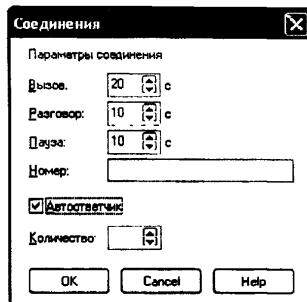

Рис.3
- В настройках “Соединения”, для активации программной функции «Автоответ», установить галочку напротив пункта “Автоответчик” (рис.3).